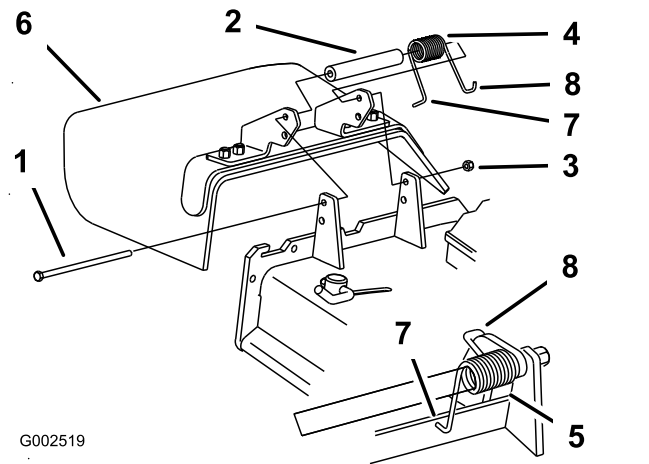

Figura 44
1. Retire a porca de bloqueio, o parafuso, a mola e a cunha que fixam o defletor aos apoios de articulação (Figura 44).
Nota: Certifique-se de que a extremidade em L de mola está montada por trás da extremidade da plataforma antes de colocar o parafuso como apresentado em Figura 44
5. Coloque a extremidade em gancho J da mola em torno do defletor de relva (Figura 44).